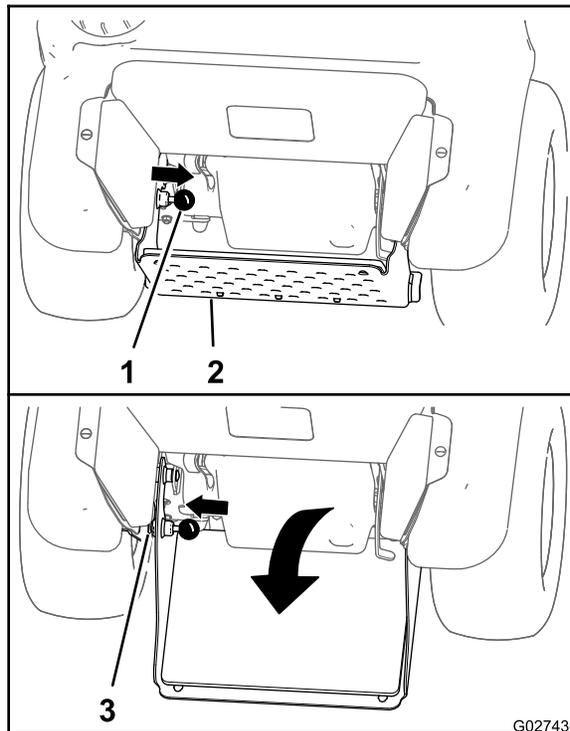

Figura 18
1. Tire hacia dentro el pomo de bloqueo de la plataforma hasta que el pasador salga del taladro superior del chasis (Figura 18).
2. Pivote la plataforma del operador hacia abajo hasta que el pasador de bloqueo de la plataforma esté alineado con el taladro inferior del chasis (Figura 18).
3. Mueva el pomo de bloqueo de la plataforma hacia fuera hasta que el pasador sobresalga del taladro inferior (Figura 18).
2. Pivote la plataforma del operador hacia arriba hasta que el pasador de bloqueo de la plataforma esté alineado con el taladro superior del chasis (Figura 18).
- Mueva el pomo de bloqueo de la plataforma hacia fuera hasta que el pasador sobresalga del taladro superior (Figura 18).